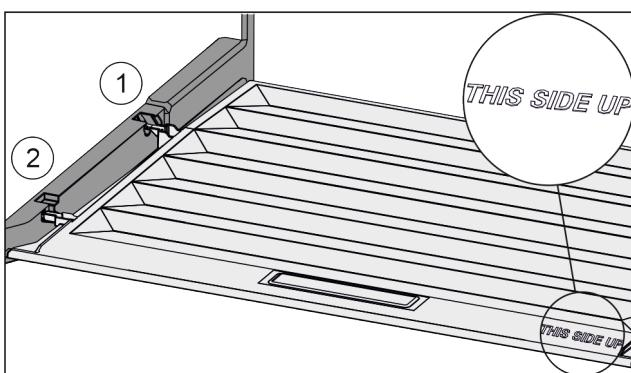

Fig. 41
- Prečke poklopca uvedite preko otvora stražnjeg držača Fig. 41 (1) i uglavite ih u držač Fig. 41 (2).